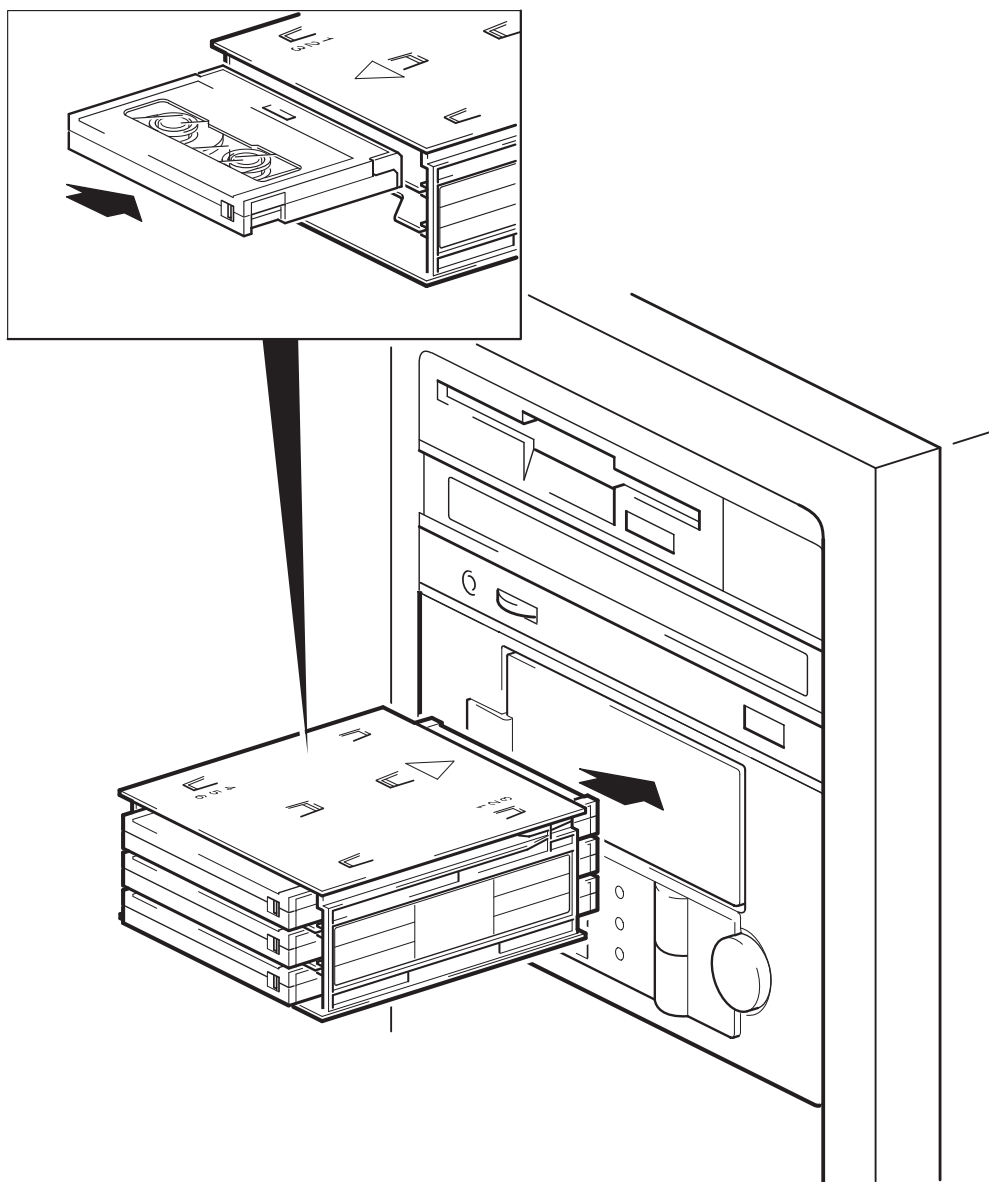

Figura 11: cómo cargar el cargador automático de cintas
- 2 Inserte la recámara por la puerta de la parte frontal del cargador automático de cintas. Asegúrese de que la flecha de mayor tamaño está en la parte superior y que señala hacia el cargador, como se muestra en la figura 11.